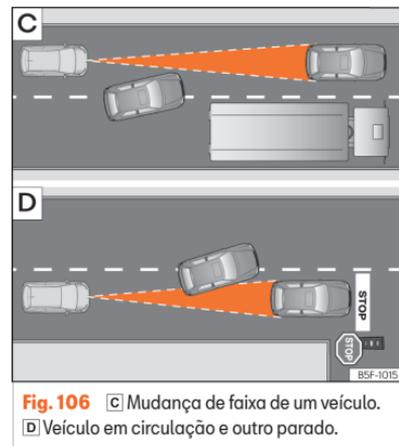

Fig. 106 C) Mudança de faixa de um veículo. D) Veículo em circulação e outro parado.
- Veículos que mudem para a faixa na qual circula a pouca distância do veículo >>> **Fig. 106** **C**.
O ACC não reage perante veículos detidos. Se, por exemplo, um veículo detetado pelo ACC roda ou se afasta e em frente do mesmo se encontra um veículo parado, o ACC não reagirá face a este último >>> **Fig. 106** **D**.